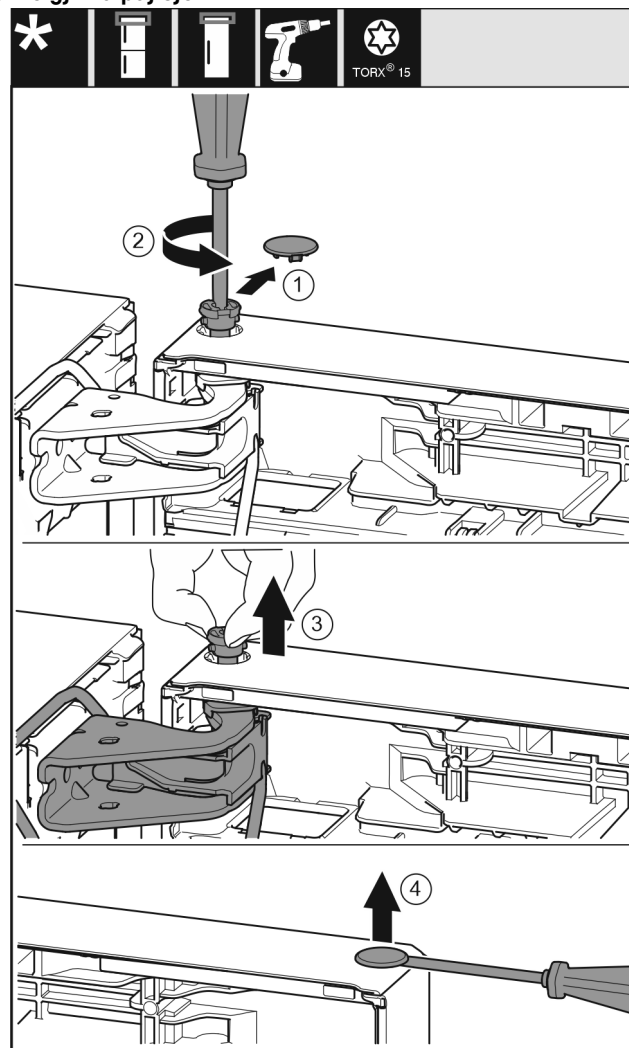

Fig. 22
- Nxirrni me kujdes kapakun mbulues të siguresës. *Fig. 22 (1)*
- Lironi paksa bulonin me një kaçavidë T15. *Fig. 22 (2)*
- Mbani derën fort dhe nxirrni jashtë bulonin me gisht. *Fig. 22 (3)*
- Ngrini lart me kujdes me një kaçavidë tapat nga manikotat e kapjes së derës dhe nxirrini jashtë. *Fig. 22 (4)*